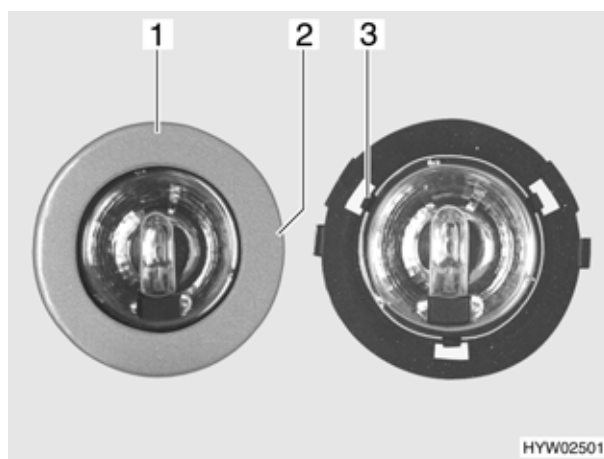

Fig. 116 Lampada alogena
- Girare lentamente il diaframma (Fig. 116,1) finché il nasello (Fig. 116,2) dell'involucro non si arresta a scatto nella scanalatura sottostante del diaframma.
- Tre graffe (Fig. 116,3) tengono ferma la lastra di vetro della lampada alogena nell'involucro. Spingere di lato una delle tre graffe.